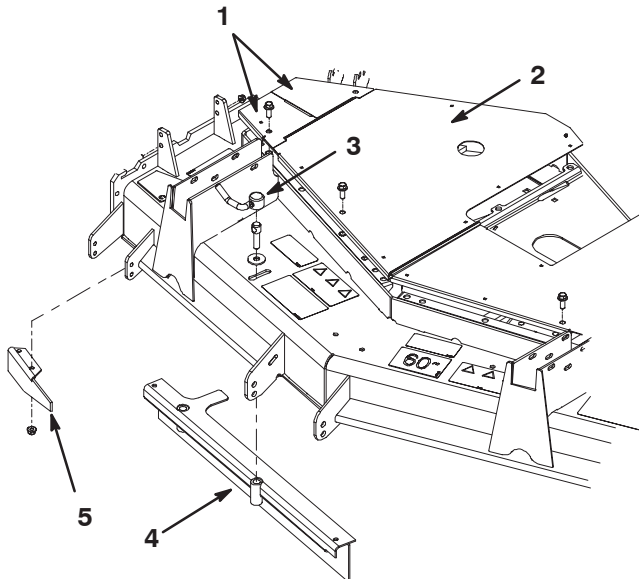

Bild 4
3. Nehmen Sie die zwei Mähwerkabdeckungen rechts und die mittlere Mähwerkabdeckung oben am Mähwerk ab (Bild 4).
4. Nehmen Sie die Haltenocke, die Scheibe, Mutter und Schraube ab, mit denen das einstellbare Flussablenkblech am Mähwerk befestigt ist (Bild 4). Nehmen Sie das Ablenkblech und die Komponenten ab.
5. Entfernen Sie die Schrauben und Muttern, mit denen das Auswurfablenkblech am Mähwerk befestigt ist (Bild 4). Nehmen Sie das Ablenkblech und die Komponenten ab.